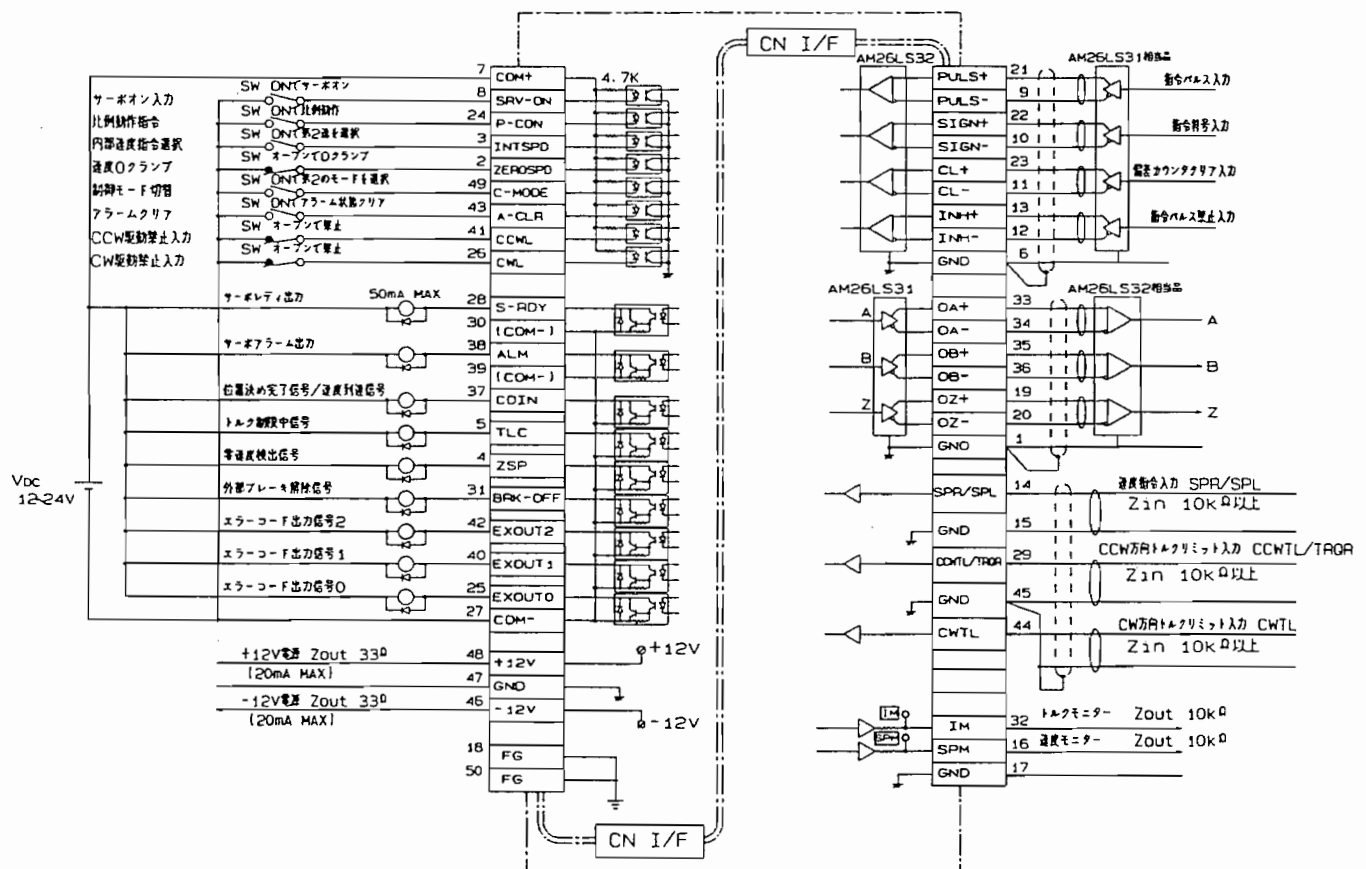

図2. コネクタ CN I/F への配線例
- (1) 図2の“コネクタ CN I/F への配線例”を参考にして配線してください。
- (2) COM+, COM-間に接続される外部制御用のDC 12~24Vの制御信号電源はお客様の方でご準備ください。
- (3) ドライバと周辺機器は、配線が短く(3m以内)になるように極力近距離に配置してください。
- (4) パワーライン(R, S, T, r, t, U, V, W, E)との配線とはできるだけ(30cm以上)離してください。同一のダクトに通したり、一緒に結束しないでください。
- (5) 制御出力(S-RDY, ALM, COIN, TLC, ZSP, BRK-OFF, EXOUT2, EXOUT1, EXOUT0)の各端子にDC 24V 50mA以上を印加したり、逆極性に電圧を印加したりしないでください。ドライバを破損する場合があります。
- (6) 制御出力端子でリレーを直接ドライブする時は、リレーと並列に図2に示す方向でダイオードを装着してください。ダイオードの未装着、逆方向の装着ではドライバが破損します。
- (7) +12V, -12Vの電源は、アナログ(速度, トルク, トルクリミット)指令信号回路を構成する目的以外には使用しないでください。許容電流は共に20mAです。
- (8) 図2に示すようにCN I/Fの信号ライン(特にアナログ指令入力, 指令パルス入力, エンコーダのフィードバックパルス出力等)の配線は、シールド付ツイストペア線を使用してください。シールドの外被はドライバ側でシグナルグランド(GND)に接続してください。(周辺機器側の外被はオープンとします。)
8 ページ, 図2 に示す配線例もあわせて参照ください。